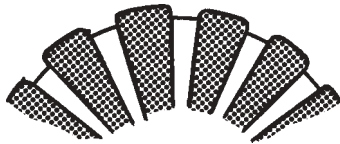

Fig. 120 Contrôle du collecteur
3. S'assurer que l'isolant du collecteur vient bien au moins à 0,2 mm sous la surface de disque. Réparer si nécessaire. Voir la figure 120.